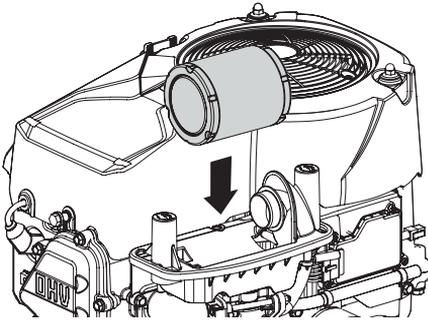

Figura 11
- Conecte el nuevo filtro de aire con elemento de espuma alineando el orificio en el filtro de aire con el colector de admisión (Figura 11).